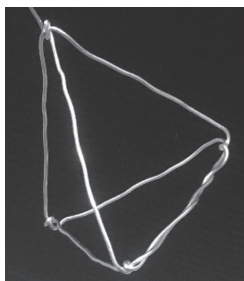
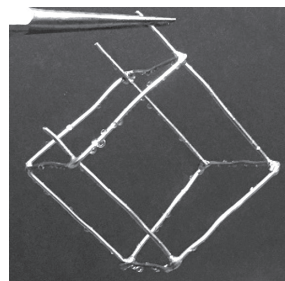

図2
図3
- (1) アルミ針金を使って、好きな形の「枠」を作ります（図2、図3）。針金は必ず、「閉じた形」にしてください。アルミ針金の端が離れていると、シャボン膜はできません。
- (2) (1)で作った「枠」をシャボン液の中に完全に沈めます。「枠」が少しでもシャボン液の外に出ていると、「シャボン膜」はできません。
- (3) シャボン液の中から「枠」をゆっくりと引き上げ、そのまま静かに持っています。すると、「枠」に張った「シャボン膜」が次第に変化します。その変化の様子をよく観察しましょう。